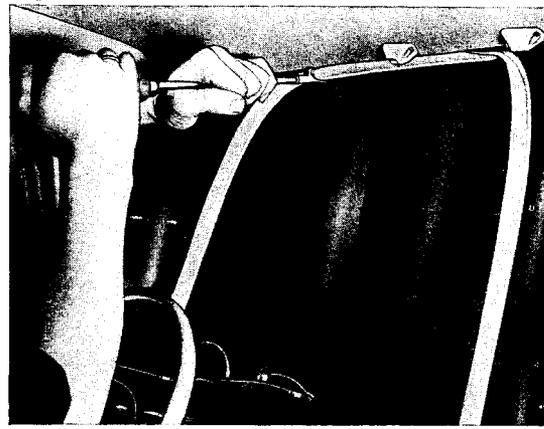

Bild 21 - Abdeckköder einziehen
21. Wagen mit Frischluft-Kurbeldach haben an der Windschutzscheiben-Gummifassung oben an Stelle der Gummischnur einen Abdeckköder. Diesen Abdeckköder mit Abdeckköder-Montierahle S-1185 in Gummifassung einziehen (Bild 21). Hierbei über